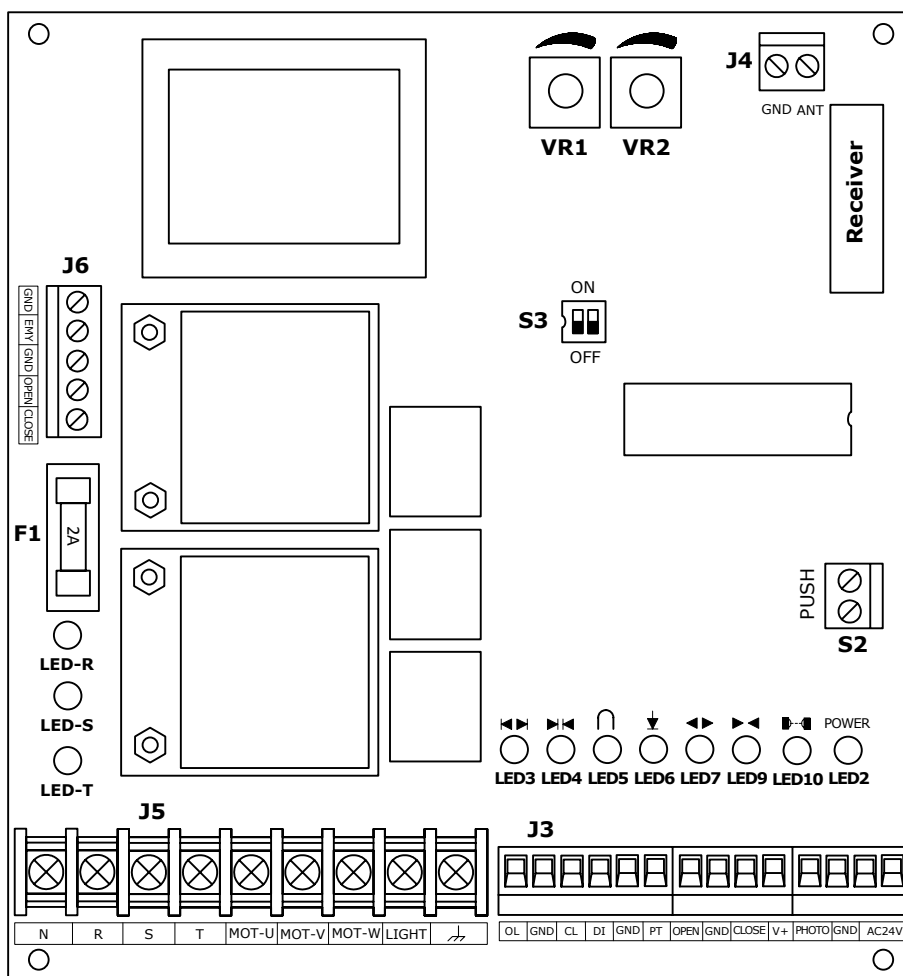

Рис. 6. Электронный модуль блока управления DGT-C06-380V
Электронный модуль блока управления DGT-C06-380V (Рис. 6) осуществляет управление работой всех подключенных к нему электрических компонентов.
- Ослабьте винт 1 кулачка конечного положения закрытия CL. Соблюдая определенное ранее направление, вращайте отверткой винт 2 кулачка CL, пока кулачек не повернется до срабатывания выключателя (толкатель выключателя нажат). На модуле блока управления светодиод LED4 гаснет (Рис. 6). Зажмите винт 1 кулачка CL.
- Ослабьте винт 1 кулачка конечного положения закрытия OL. Соблюдая определенное ранее направление, вращайте отверткой винт 2 кулачка OL, пока кулачек не повернется до срабатывания выключателя (толкатель выключателя нажат). На модуле блока управления светодиод LED3 гаснет (Рис. 6). Зажмите винт 1 кулачка OL.
Настройка параметров работы привода осуществляется с помощью DIP-переключателя S3 (Рис. 6) и потенциометров VR1 и VR2 модуля блока управления.
Для записи пульта АТ-4 нажмите кнопку LEARN радиоприемника Receiver (Рис. 6) модуля блока управления, индикатор LEARN радиоприемника загорится. Затем пока горит индикатор LEARN (~5сек) нажмите выбранную для управления приводом кнопку пульта, индикатор LEARN моргнет несколько раз и погаснет, что означает запись кода пульта в память радиоприемника модуля блока управления.